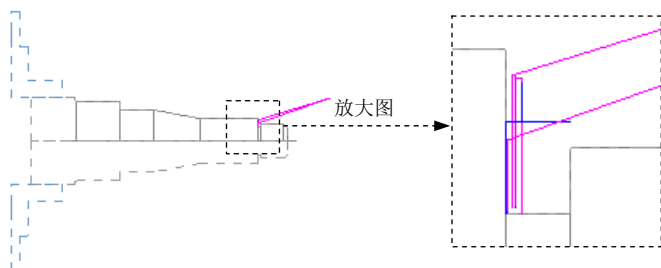

图 13.4.19 刀具路径
Step5. 在“车床-径向粗车 属性”对话框中单击 按钮, 完成加工参数的设置, 此时系统将自动生成图 13.4.19 所示的刀具路径。
(1) 在“操作管理器”中单击 **刀具路径 - 15.2K - GROOVE_LATHE.NC - 程序号码 0** 节点, 系统弹出“路径模拟”对话框及“路径模拟控制”操控板。
(2) 在“路径模拟控制”操控板中单击 按钮, 系统将开始对刀具路径进行模拟, 结果与图 13.4.19 所示的刀具路径相同, 在“路径模拟”对话框中单击 按钮。